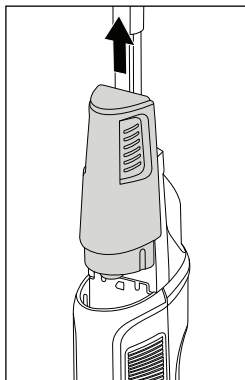

Fig. 6
- ◆ Prindeți rezervorul de apă curată **11** de cancelurile de prindere laterale și trageți-l în sus din aparat (a se vedea fig. 6).